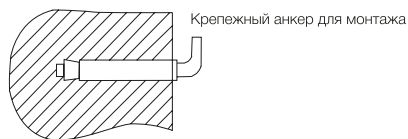

Рис. 2
2. После выбора места монтажа определите места под два крепежных болта с крючками (опция). Прорежьте в стене два отверстия необходимой глубины с помощью сверла размером, соответствующим размеру крепежных болтов, вставьте винты, поверните крюк вверх, плотно затяните гайки, а затем установите на него электрический водонагреватель (см. рис. 2).